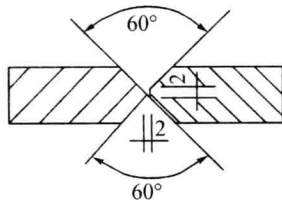

图1-5 X形坡口
b. X形坡口。钢板厚度 $>12\text{ mm}$ 时可采用X形坡口, 也称为双面V形坡口(如图1-5所示)。